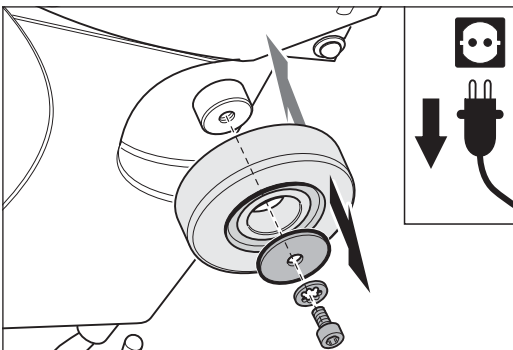
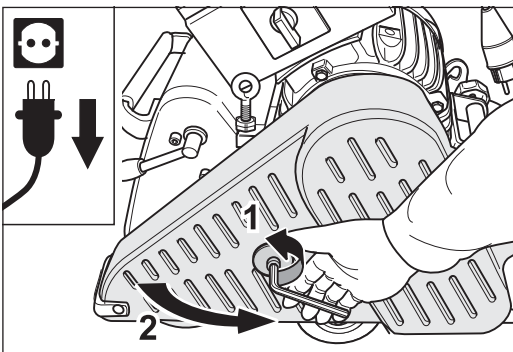

Abb. 101 Die Schraube mit den Scheiben in der Mitte des Rads entfernen und das Seitenrad abnehmen. Der Zusammenbau erfolgt in umgekehrter Reihenfolge.
Abb. 102 **Den Netzstecker aus der Steckdose ziehen** und den Riemen- und Schutzhülenschutz öffnen.
- 4 Lösen Sie die Schraube in der Mitte des Seitenrads und entfernen Sie die Schraube und die Scheiben (Abb. 101). Vor dem Ausbau des **linken** Seitenrads muss der Riemen- und Schutzhülenschutz geöffnet werden (Abb. 102).
- 3 Öffnen Sie den Riemenschutz (Abb. 102).